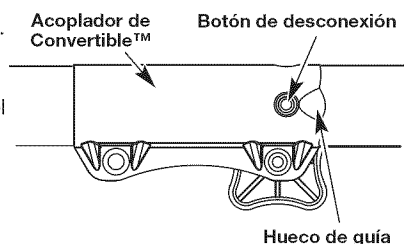

Fig. 4
NOTA: La alineación del botón de desconexión con el hueco de guía facilitará la instalación (Fig. 4).
2. Opima y sostenga el botón de desconexión (Fig. 4).